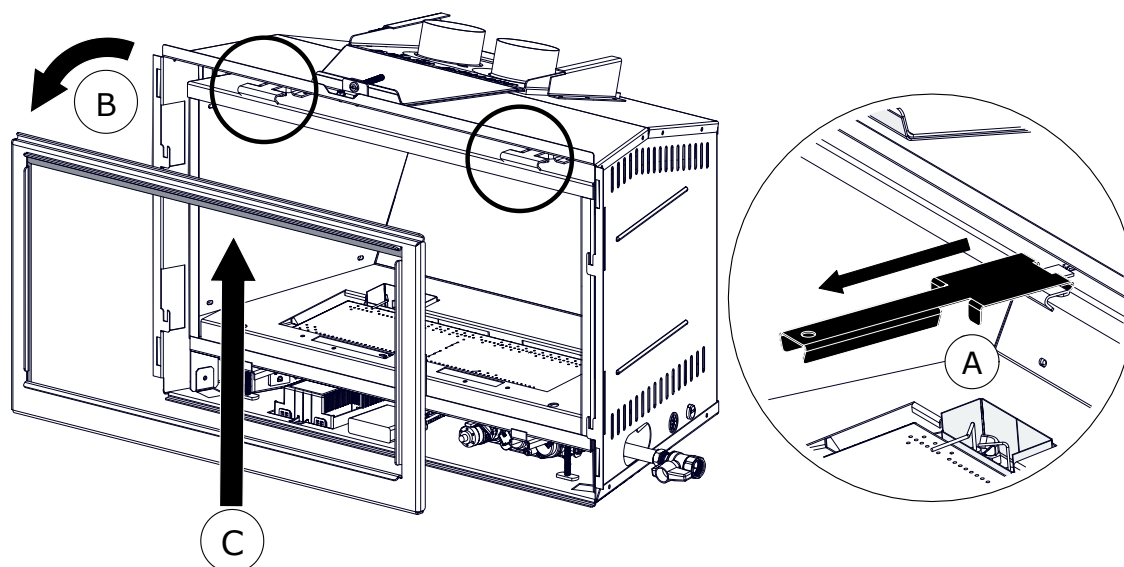

Fig. 2
3. Retirez la vis du support de piles à l'aide d'un petit tournevis cruciforme. Faites glisser le couvercle à l'écart des connecteurs pour l'ouvrir (**Fig. 2**).
2. Déverrouillez les loquets supérieurs gauche et droit situées dans le haut de la porte (**Fig. 2**). Penchez légèrement vers l'avant puis soulevez hors des fentes.